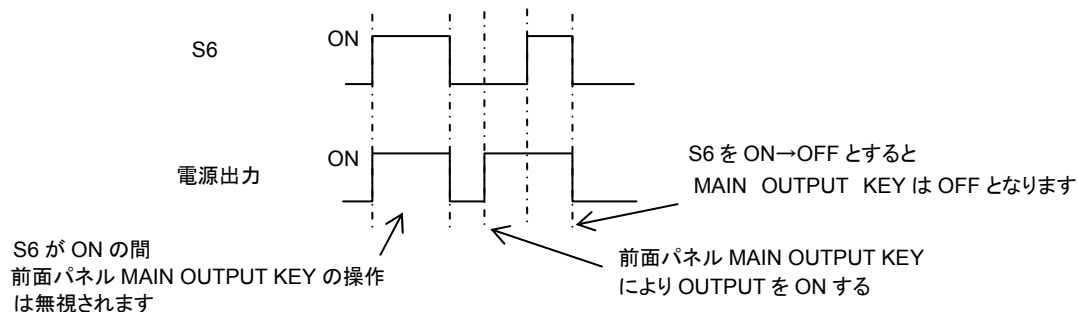

Fig.11 S6 と前面パネル MAIN OUTPUT KEY との関係
- ・ Fig.11 に S6 と前面パネル MAIN OUTPUT KEY の関係について示します。